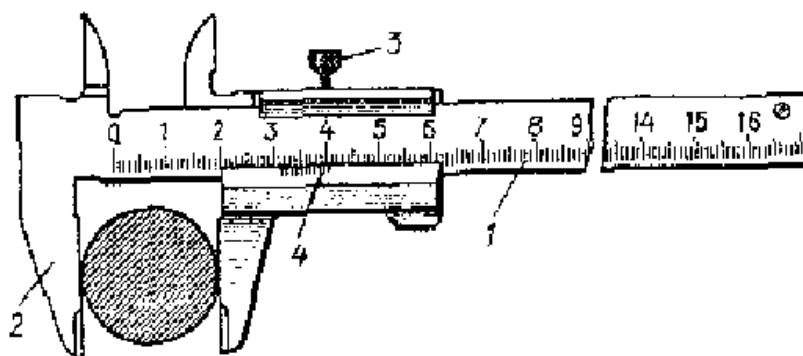

Рис.2
2. Штангенциркуль (рис. 2) имеет линейку со шкалой 1, нониус со шкалой 4. Измеряемый предмет помещают между ножками штангенциркуля 2 так, чтобы предмет был слегка зажат, и закрепляют нониус винтом 3. По шкале линейки отсчитывают целое число миллиметров до нуля нониуса (первого деления). Затем тщательно определяют, какое деление шкалы нониуса точно совпадает с некоторым делением шкалы линейки. Это деление шкалы нониуса соответствует десятым долям миллиметра. Показания штангенциркуля на рис.2 31,6 мм.